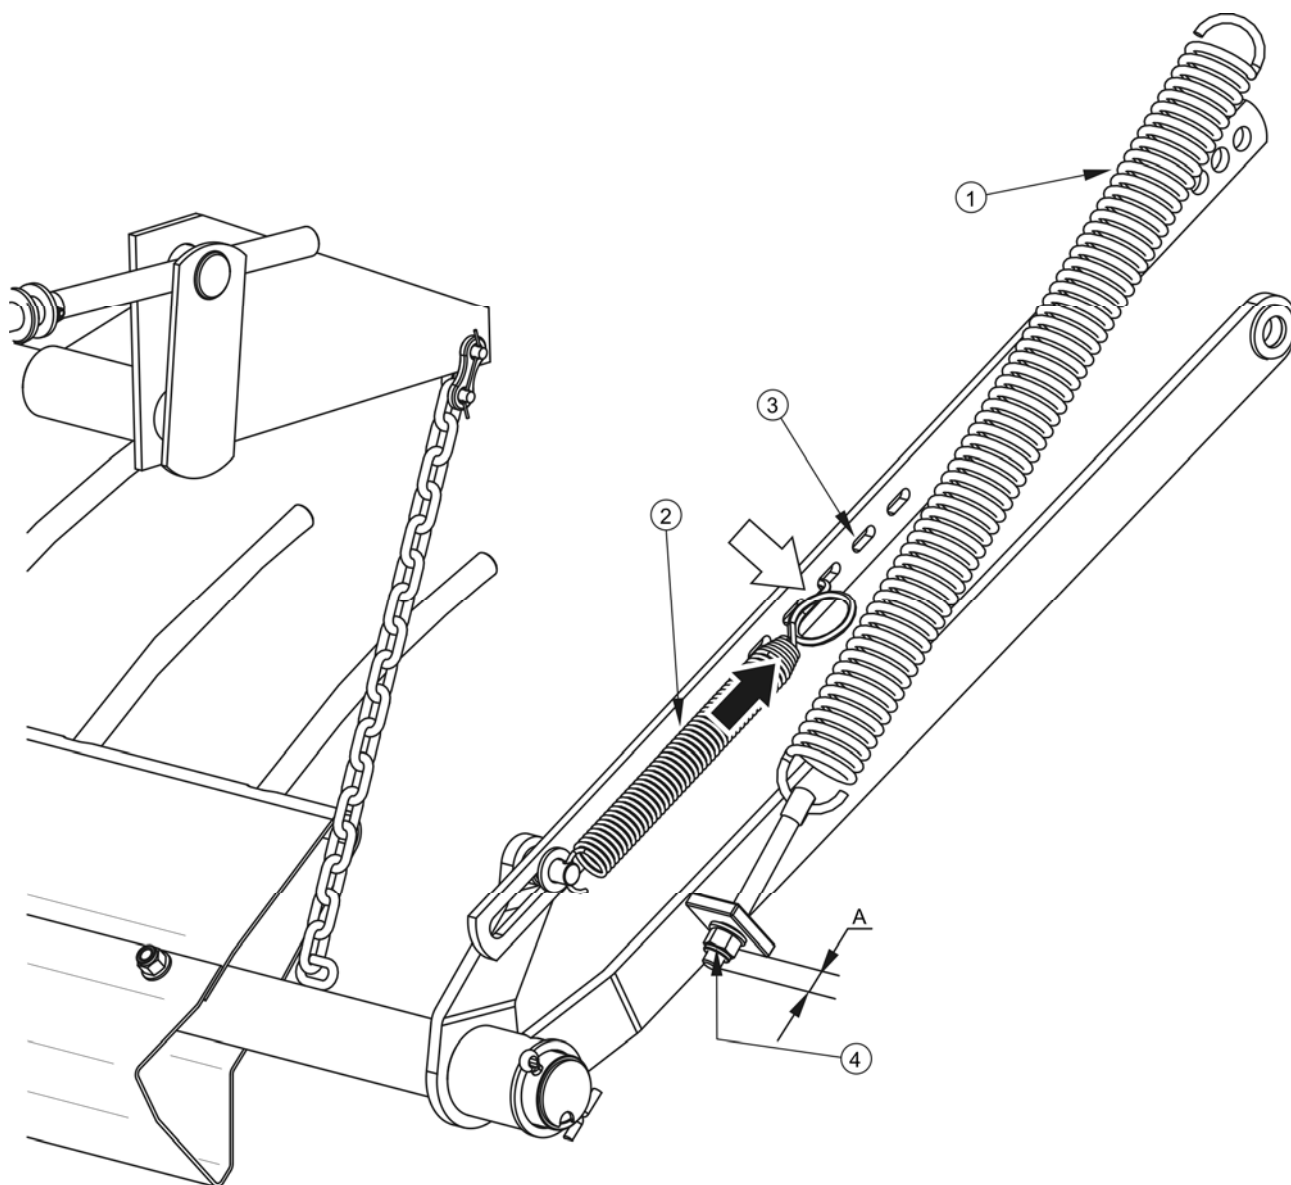

РИСУНОК 5.18 Регулирование силы нажима граблей и отбойного щитка
- ➔ Демонтировать конец пружины 2 рисунок 5.18 - обозначенный белой стрелкой.
- ➔ Измерить расстояние рисунок 5.18 расстояние от конца рым-болта до основания щитка.